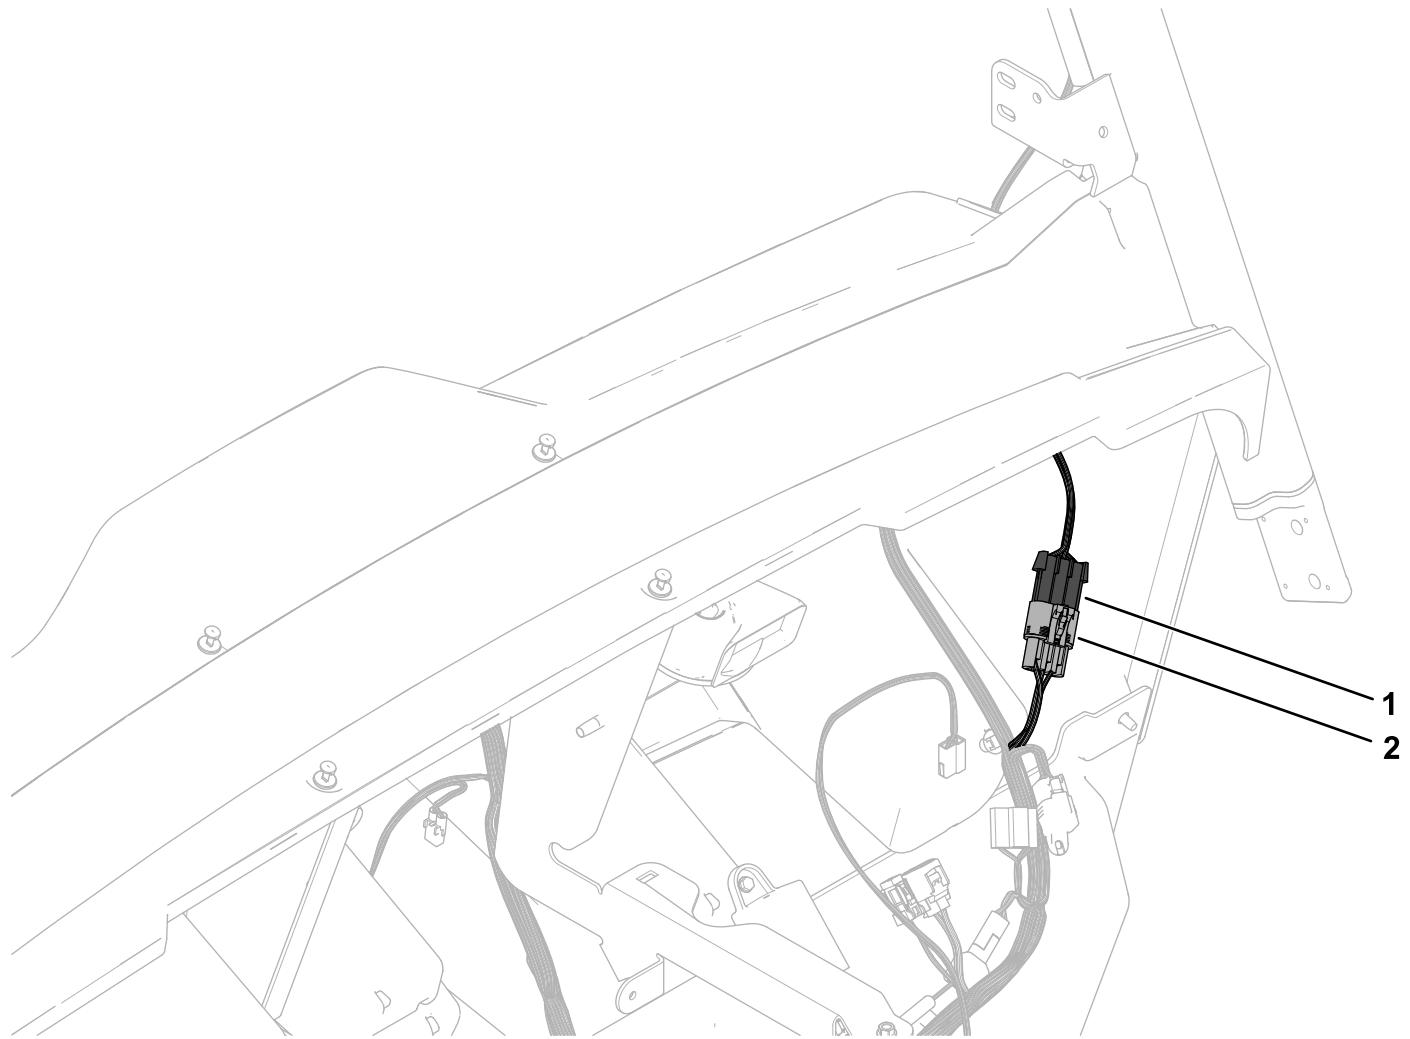

Figura 14
8. Ligue o conector de cablagem do kit ao conector da cablagem da máquina rotulado CAB INTERFACE (Figura 14).